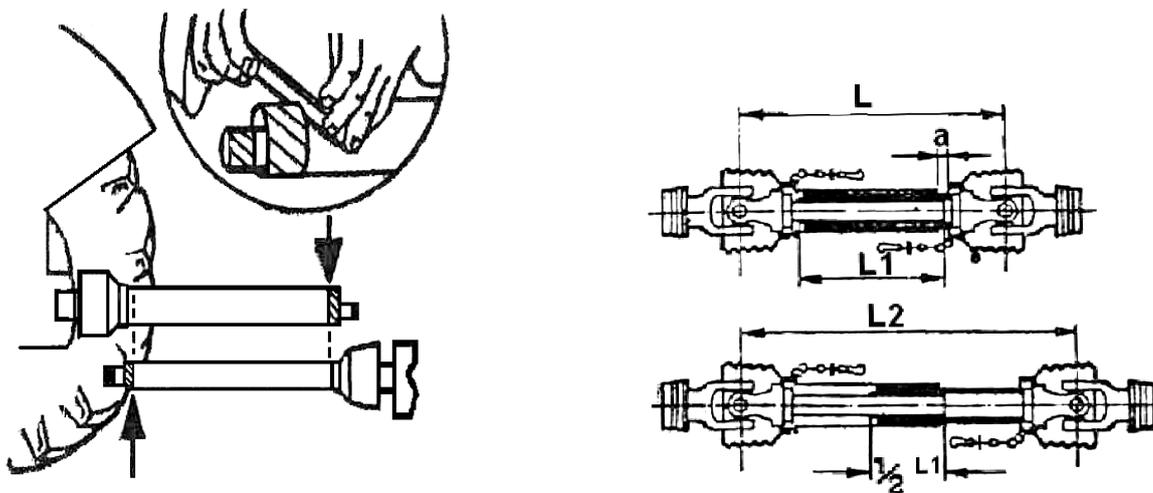

Рисунок 7.3 – Подгонка длины карданного вала
7.5.4 Подгонку длины карданного вала (рисунок 7.3) осуществлять в следующем порядке: